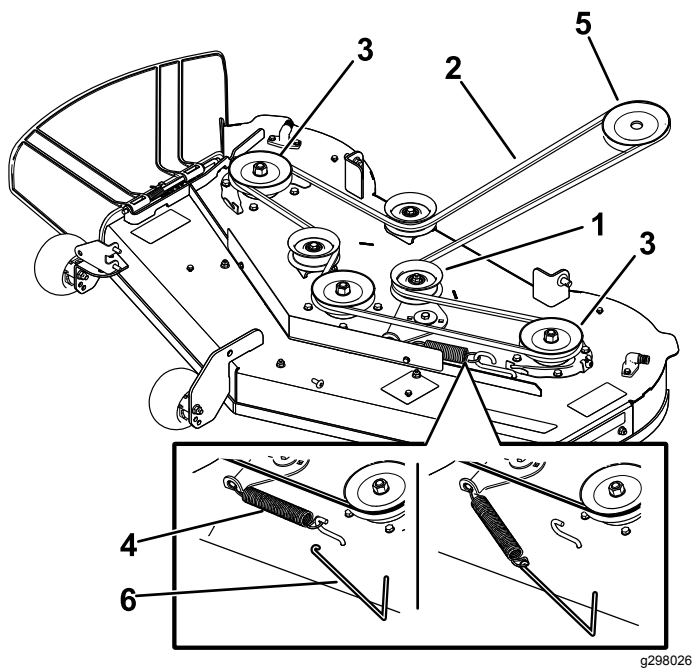

Figura 51
tensor del gancho de la carcasa para eliminar la tensión de la polea tensora, y retire la correa de las poleas (Figura 50 o Figura 51).
6. Enrute la correa nueva alrededor de las poleas del motor y del cortacésped (Figura 50 o Figura 51).
7. Usando una herramienta para la retirada de muelles (Pieza Toro N° 92-5771), instale el muelle tensor sobre el gancho de la carcasa y tense la polea tensora y la correa (Figura 50 o Figura 51).